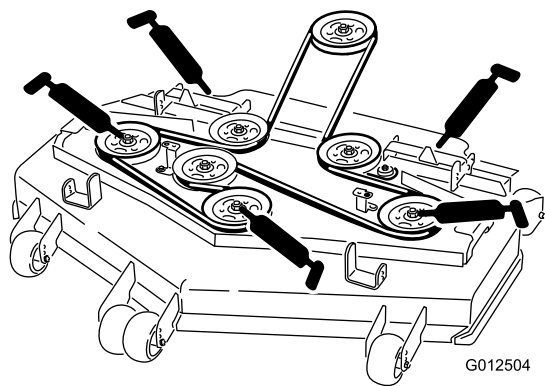

Figura 33
6. Ingrassate i 3 cuscinetti del mandrino finché il grasso non fuoriesce (Figura 33).
7. Lubrificate i raccordi sui bracci di spinta (Figura 33).